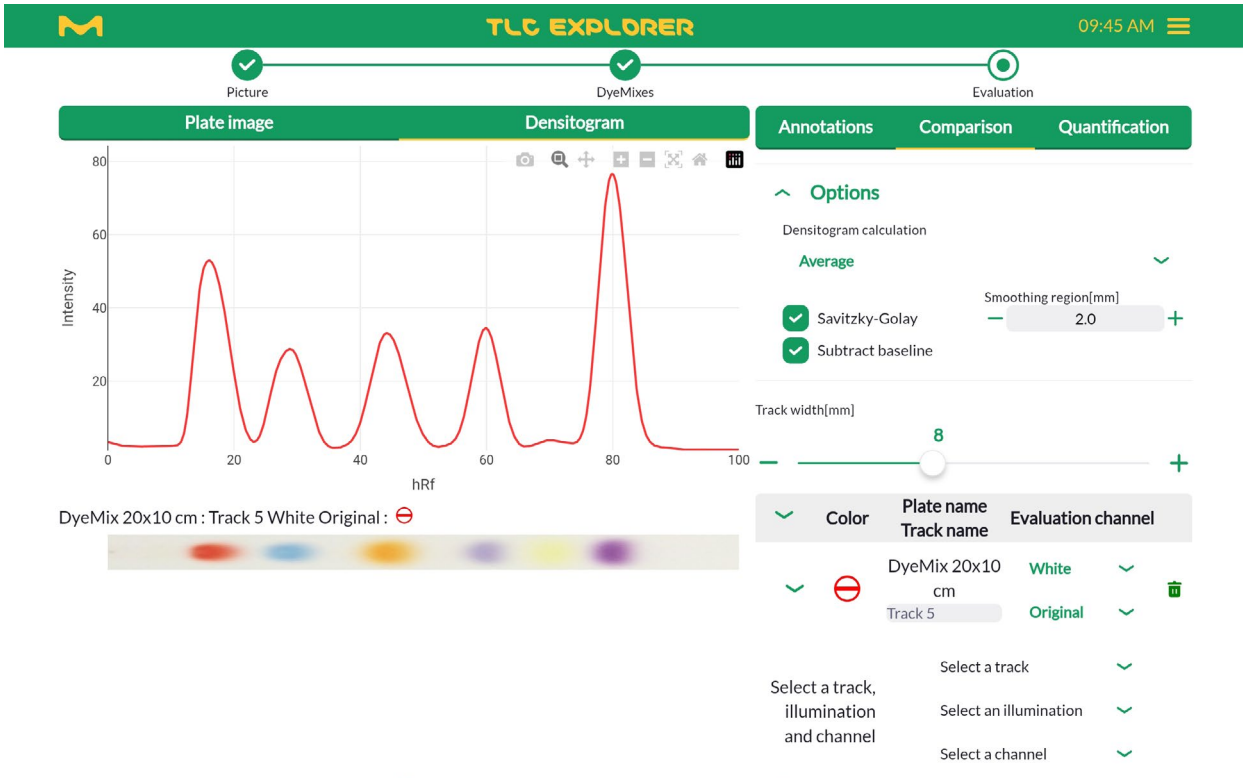

Figure 4.16 : Modification du calcul et de l'affichage d'un densitogramme
- 8) Au-dessus de l'image de la plaque, cliquer sur l'onglet "Densitogram" (Densitogramme) pour voir la piste tracée. Dessous apparaît l'image de la piste tournée à la verticale et redimensionnée pour correspondre à l'axe x du tracé au-dessus (voir Figure 4.16).
- 10) Développer la section "Options" pour accéder à des commandes supplémentaires (voir Figure 4.16) qui s'appliqueront à toutes les pistes de cette "Comparaison" (Comparaison) :